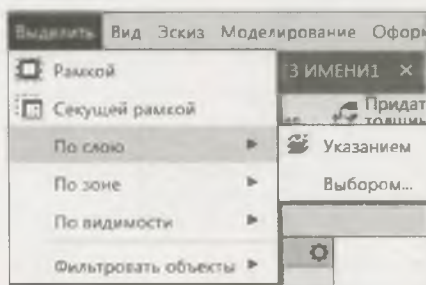

Рис. 18.2. Выпадающее меню пункта **Выделить**
- ◆ **Выделить** — содержит команды выделения: **По слою**, **По зоне**, **По видимости** (рис. 18.2). Подробно рассмотрены в *уроке 23*;